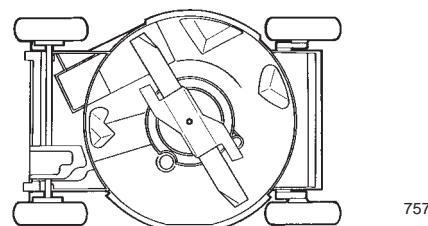

Figure 13
4. Basculez la tondeuse sur le côté **gauche** (filtre à air vers le haut) (Fig. 13).